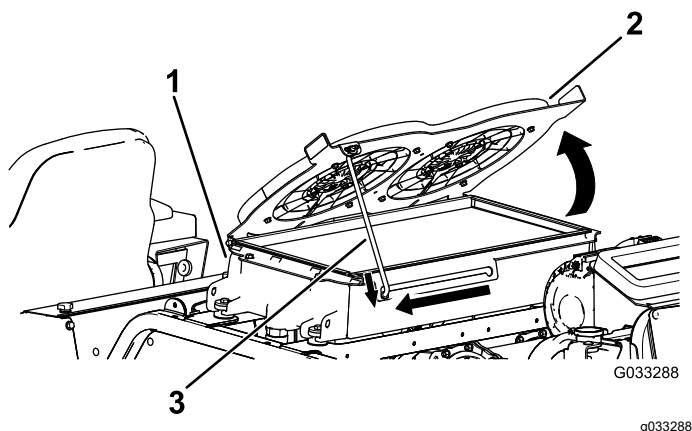

Figura 88
2. Gire hacia arriba los ventiladores de refrigeración del sistema hidráulico, y enganche la varilla de sujeción en la muesca (Figura 88).